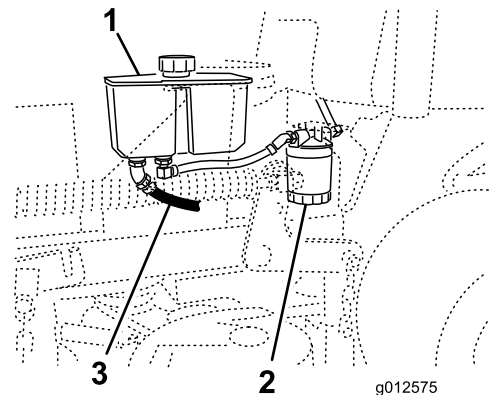

Figure 72
- Trouvez le flexible hydraulique avant sous le réservoir hydraulique et placez un bac de vidange sous le réservoir (Figure 72).